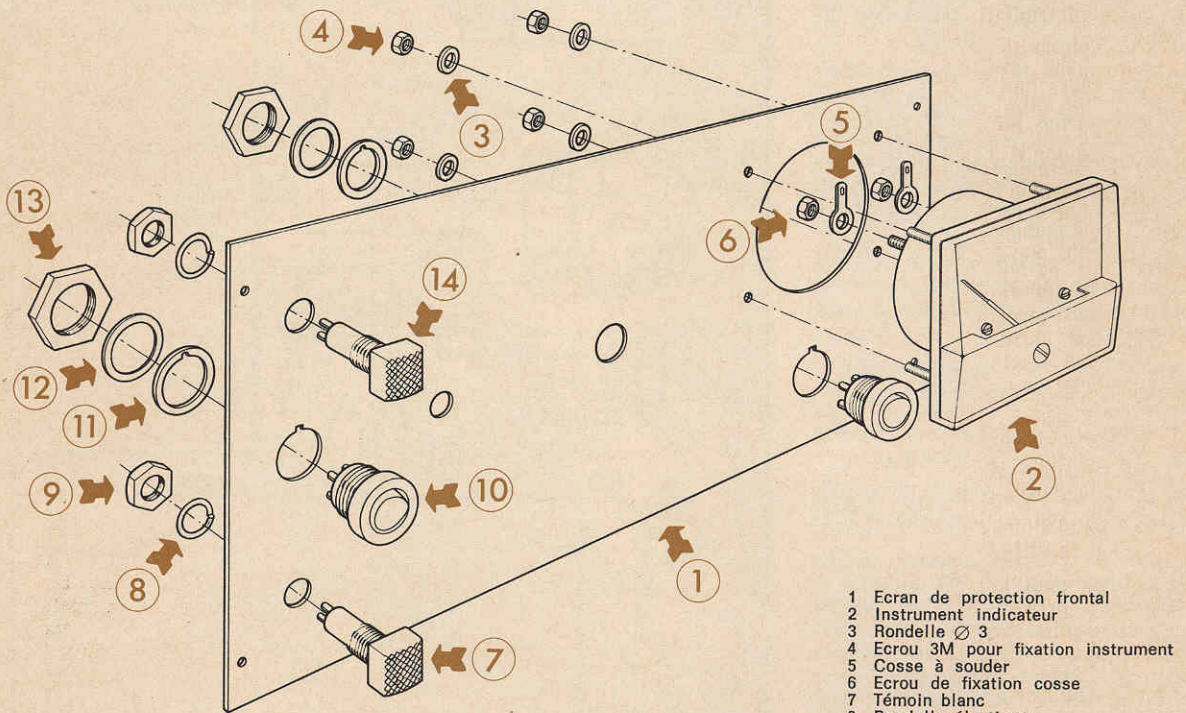

Fig. 3 - Montage du panneau frontal.
La fig. 3 fournit toutes les indications pour l'assemblage des parties mécaniques du panneau frontal (1) à savoir:
- le milliampèremètre (2) de 1 mA à pleine échelle qui fonctionne comme indicateur d'accord avec une échelle graduée adaptée.